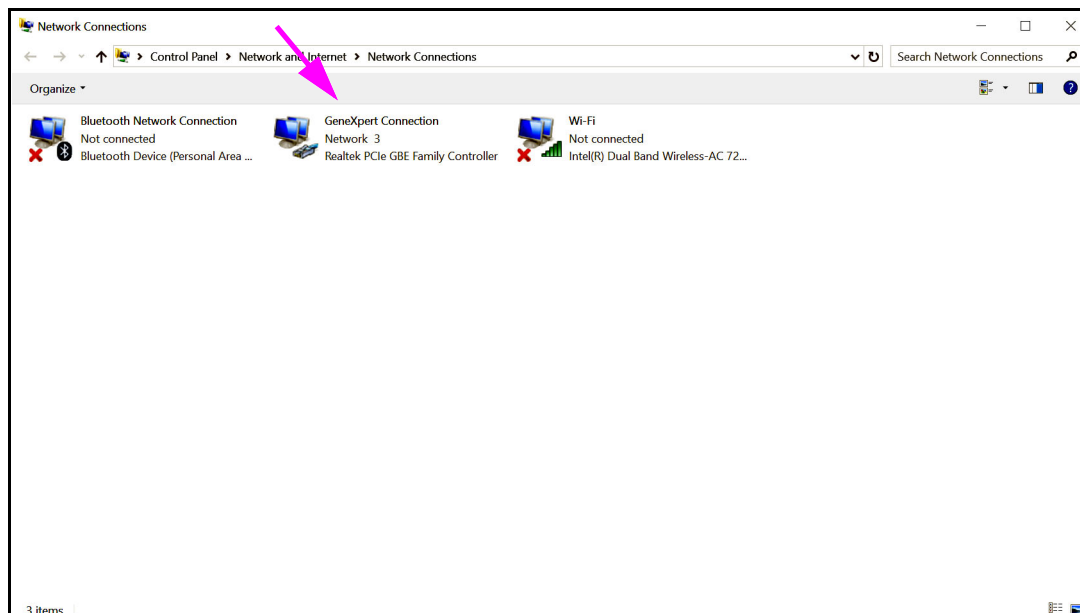

Figura 2-46. Ecranul Conexiuni rețea
5. Faceți clic pe **Modificare setări adaptor (Change adapter settings)**. Apare ecranul **Conexiuni în rețea (Network Connections)**. Consultați Figura 2-46.